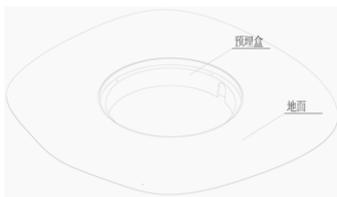

图 5-5-3
- 1、地面开孔完成后先将预埋盒装入开孔内，注意预埋盒上表面与地面平齐，如图 5-5-3；